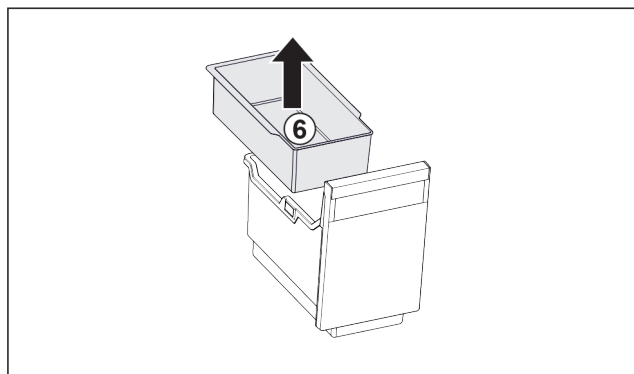

Fig. 139
- ▶ Vegye ki a beakasztható tálcát Fig. 139 (6).